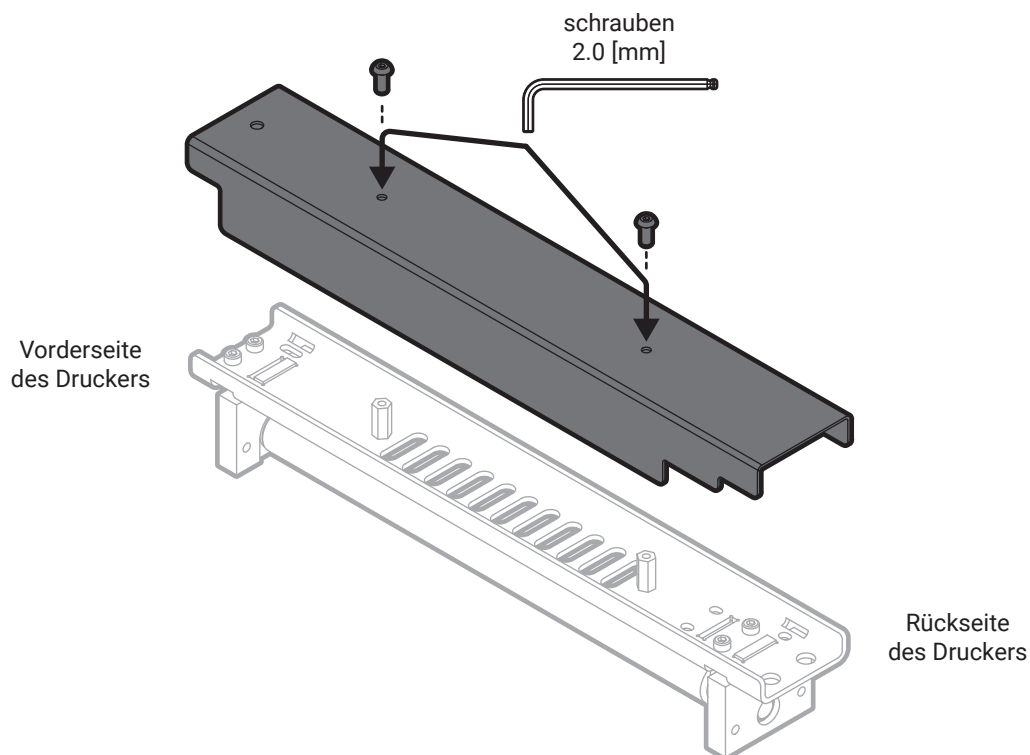

Abb. 11 Installieren der neuen schwarzen Abdeckung des Recoaters.
2. Schraube beide Winkels anstelle von die Vorhergehenden (Abb. 11). Verwende die vier M3x6 Schrauben für jeden Winkel und den 2.5 mm Inbusschlüssel.